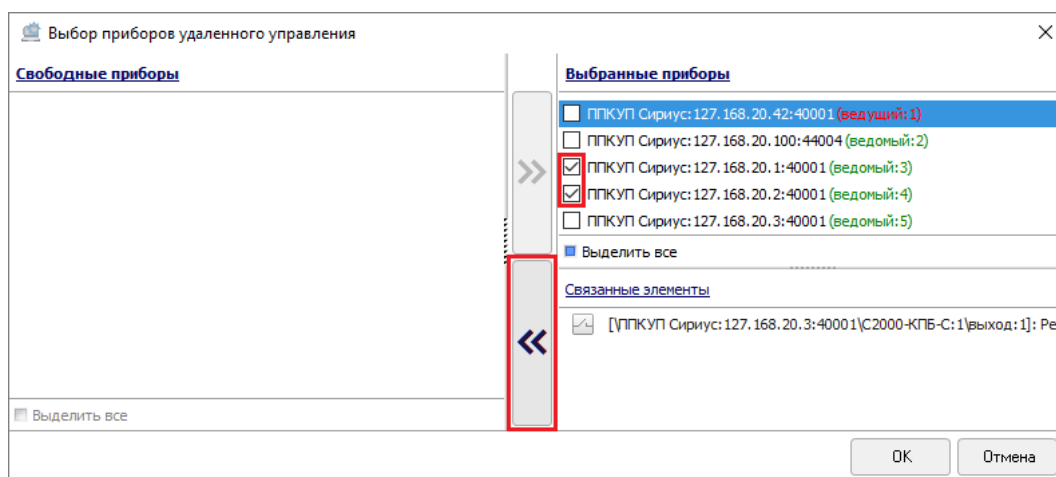

Рисунок 6-270 Выбор ППКУП "Сириус" для отмены межпанельной связи кнопкой переноса
- установите флаги в чекбоксах слева от соответствующих ППКУП «Сириус» в области «Выбранные приборы» (чтобы установить/снять флаги для всех ППКУП «Сириус» установите/снимите флаг в чекбоксе «Выделить все» в нижней части области «Выбранные приборы») и нажмите кнопку переноса  (см. Рисунок 6-270);